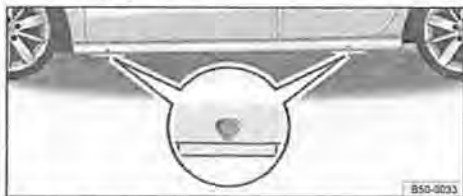

Fig. 155 Punti di applicazione del cric
Il cric deve essere assolutamente collocato nei punti rinforzati del sottoscocca, che si trovano dietro i contrassegni sulla carrozzeria → fig. 155. Scegliere il punto di appoggio più vicino alla ruota da sostituire → **AVVERTENZA**.
5. Cercare sotto il veicolo il punto di appoggio per il cric → fig. 155 più vicino alla ruota da sostituire.